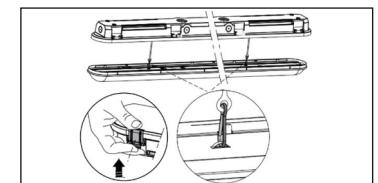

Рис. 3
- Отщелкните все клипсы по очереди, придерживая оптический модуль. После того, как все клипсы будут отщелкнуты, плавно опустите оптический модуль. Модуль повиснет на страховочных тросиках (рис. 3).